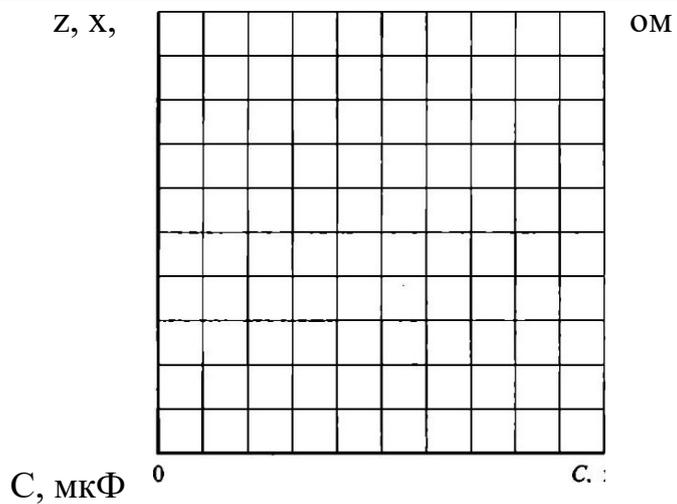

Рис. 5.3. Зависимость полного и реактивных сопротивлений ЭЦ от емкости
6.2. На основании результатов вычислений построить в одной системе координат на рис. 5.3 зависимости  $Z(C)$ ,  $X_L(C)$  или  $X_C(C)$ ,  $X_{ДС}$ .